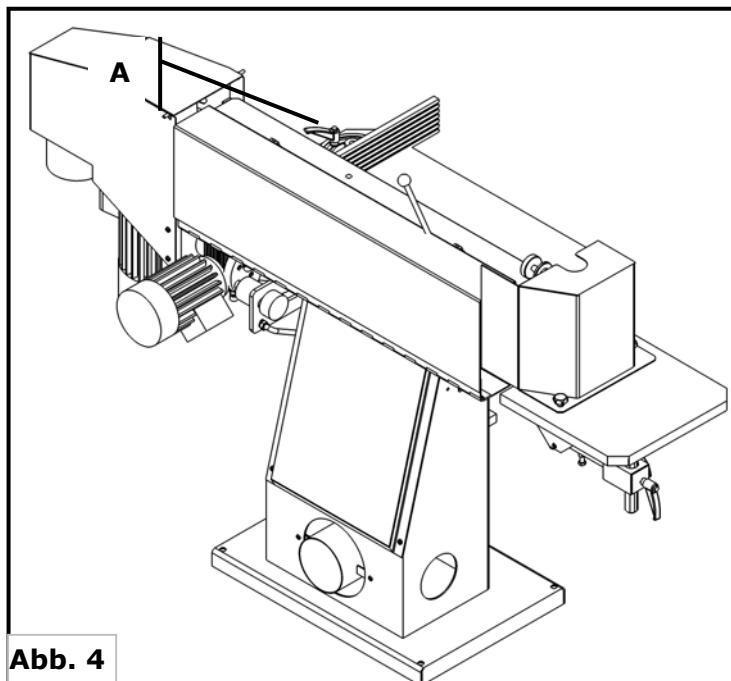

Abb. 4
3.1.4 Anschluss an die Absauganlage (Abb. 4)